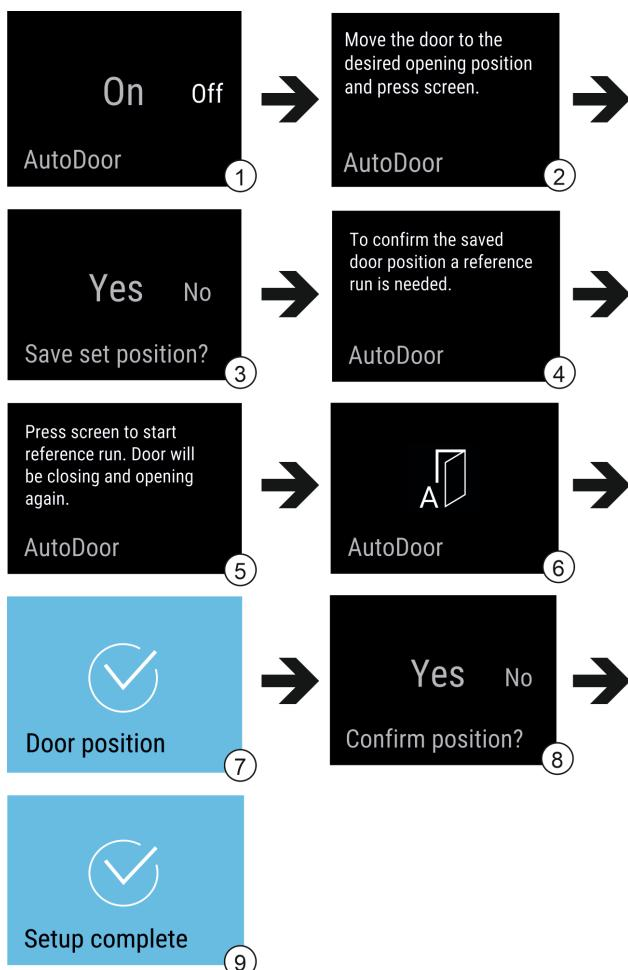

Fig. 13 Приклад відображення індикації англійською мовою
- Активувати AutoDoor: індикацію на дисплеї перемістити на **On**. Fig. 13 (1)
- Утримувати дисплей натиснутим протягом 3 секунд. Fig. 13 (1)
- Конфігурувати кут розкриття дверей: Відкрити двері мінімум на 70°. Fig. 13 (2)
- Підтвердити кут розкриття дверей: Торкнувшись повідомлення на дисплеї. Fig. 13 (3)
- Запустити встановлення у початкове положення: Торкнувшись дисплеєю. Fig. 13 (5)
- Дисплей блимає. Fig. 13 (6)
- Встановлення у початкове положення успішне: Дисплей стає блакитним на 2 секунди. Fig. 13 (7)
- Підтвердити кут розкриття дверей. Fig. 13 (8)
- Дисплей стає блакитним. Fig. 13 (9)